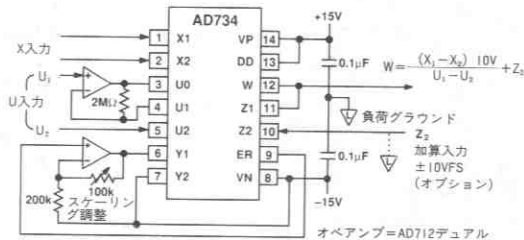

図12. 10V固定スケールリングの2象限除算器
出力 ER もバッファし、再スケーリングして、汎用リファレンス電圧として使用することができます。この電圧は負電源ピン8 (VN) に関して生成されますが、信号インタフェースの1つを駆動する場合には容認できます。除算器の応用のために10Vの固定の分子を生成する例を図12に示します。この例では Z_2 を VN に接続していますが、 Y_1 はこの値より10V高い値となっています。したがって、このインタフェースにおける同相モード電圧はVNよりも5V高い値となり、内部バイアス条件を満足しています。(仕様表を参照)。
固定スケールリングの2象限除算器の実現のために10Vの分子電圧が必要な場合には、図12に示す回路を使用することができます。ピン9 (ER) とピン8 (VN) の間に発生するリファレンス電圧出力は2番目のオペアンプにより増幅され、バッファされてY1/Y2入力間に10Vを重畳します。この応用例ではY2を負電源に接続していることに注意して下さい。同相電圧はまだ十分に高く内部条件に合致するため、このことは受け入れることができます。この回路の伝達関数は以下ようになります。